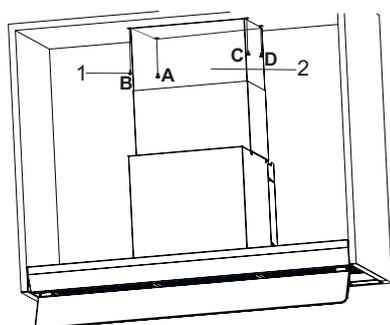

Fig. 18
7. ➔ Tirare la canna fumaria interna verso la parte superiore del mobile della cucina (Fig. 18).
Con le 4 viti di collegamento, avvitare la canna fumaria in lamiera al mobile della cucina nei punti A,B,C,D (Fig. 18).